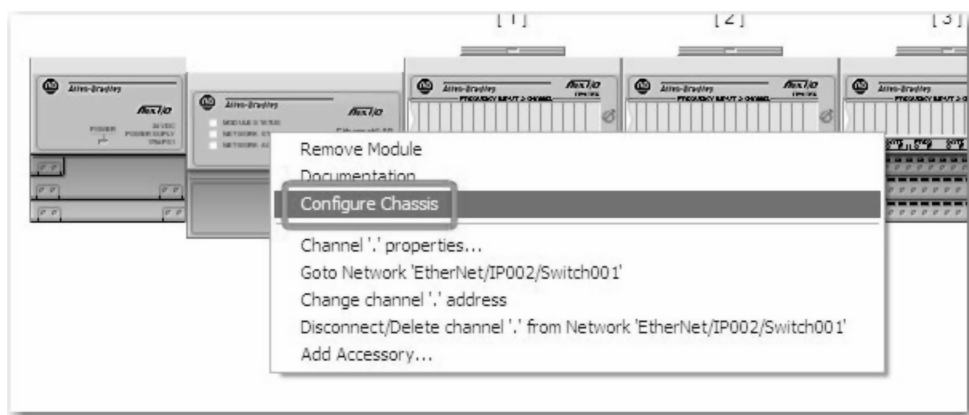

图 26-189 选择“组态机架”
3. 右键单击适配器或电源，然后选择“组态机架”（Configure Chassis），如图 26-189 所示。